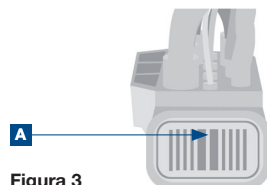

Figura 3
- 14 Desbloquear y retirar el conector múltiple X26 (figura 3).
- Retirar el dispositivo de bloqueo (A).